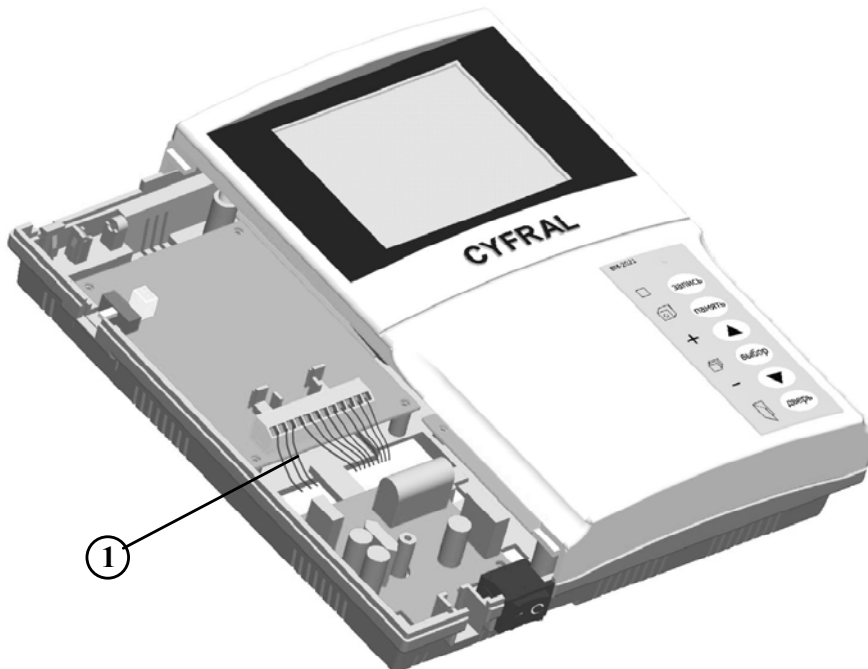

Рисунок 3
3. Заведите провода подключения внешних устройств 1 внутрь видеомонитора через пазы в основании (см. рисунок 3).